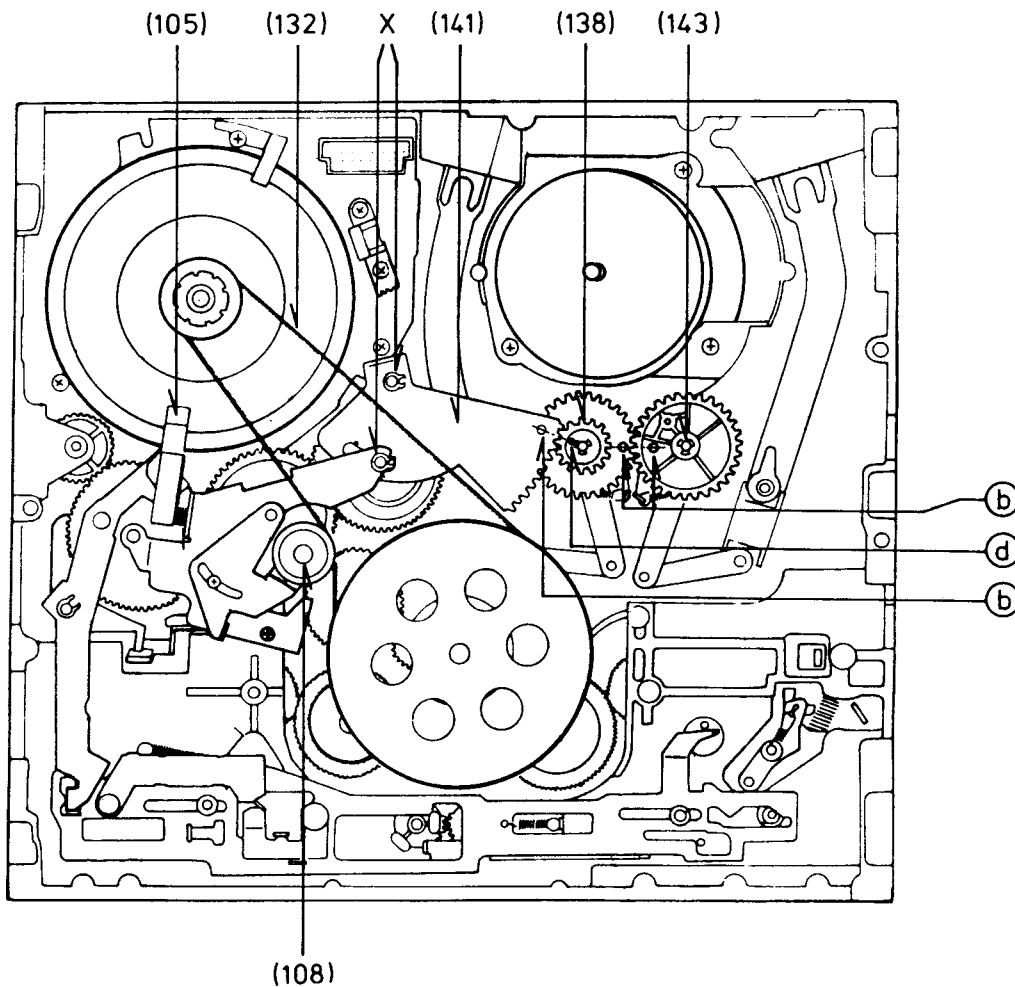

Fig. 51
9.6 Laderäder (138,143), Zahnsegment (141), Bremshebel (105), Spannrollenhebel (108)
- Laderäder (138, 143) so einsetzen, daß sich die Markierungslöcher (b) gegenüberstehen (Fig. 51).
- Zahnsegment (141) nach Fig. 51 einbauen. Das Markierungsloch (b) des Zahnsegments (141) muß sich gegenüber der Markierungsnase (d) des Laderades (138) befinden.
- Bremshebel (105) und Greifringe "X" montieren.
- Spannrollenhebel (108) einbauen.
9.7 Zwischenrad (65)
- Andruckrolleneinheit (45) und Sicherungskappe (44) einbauen.
9.6 Loading Gears (138,143), Toothed Segment (141), Brake Lever (105), Tension Roller Lever (108)
- Fit the Loading Gears (138, 143) so that the marked holes (b) are aligned towards each other (Fig. 51).
- Fit the Toothed Segment (141) as shown in Fig. 51. The marked hole (b) on the Toothed Segment (141) must be aligned towards the marked lug (d) on the Loading Gear (138).
- Fit the Brake Lever (105) and the Grip Ring "X".
- Fit the Tension Roller Lever (108).
9.7 Intermediate Gear (65)